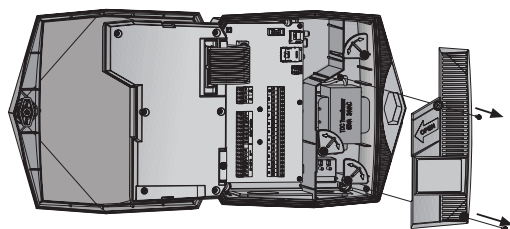
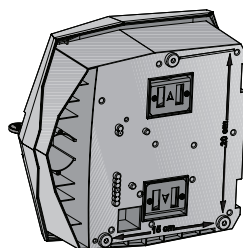
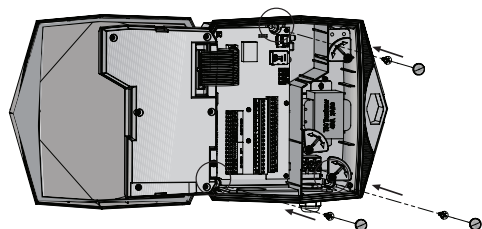

Figura 3: Apertura del estuche interno
Figura 4: Orificios de los tornillos de montaje en la parte posterior de la unidad
Figura 5: Dimensiones de los tornillos de montaje
3. Desatornille los dos tornillos del estuche interno del lado derecho y abra el estuche (Figura 3). Monte el controlador en la pared o en el armario de control a través de los orificios marcados (Figura 4 y Figura 5) con los tres tornillos. Ajuste los tornillos solamente con la mano.
3. Para el estuche interno del lado derecho, desatornille los dos tornillos y abra el estuche (Figura 3).